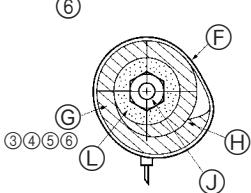

Fig. 7-3
- ⑥ Sezione del raccordo (Fig. 7-3)
- ⑦ Fasce (8)
- ⑧ Copritubo (3) (4) (5) (6)
- ⑨ Serrare
- ⑩ Isolamento termico per tubazione per refrigerante
- ⑪ Tubazione per refrigerante